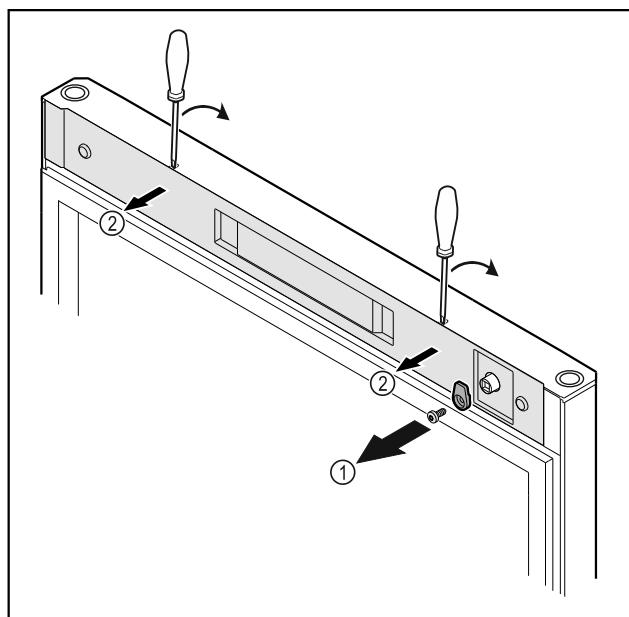

Fig. 14
► Odskrutkujte zatvárací hák Fig. 14 (1).
► Odistite kryt Fig. 14 (1) malým skrutkovačom a odoberte ho.